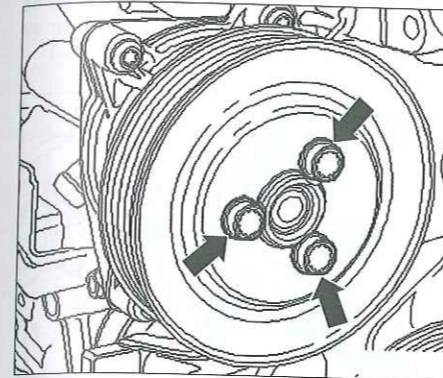

Fig. 23
- Desmontar los tornillos de la polea de la bomba de líquido de refrigeración y extraerlo (Fig.23).